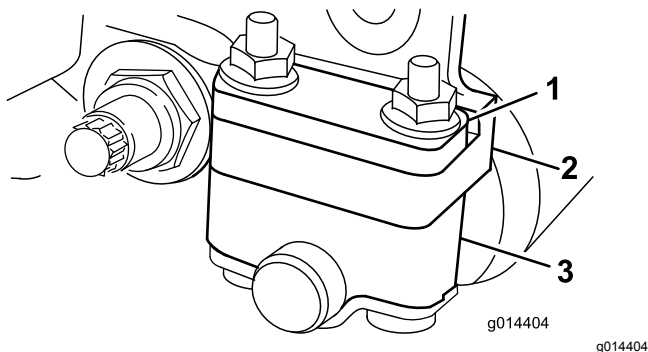
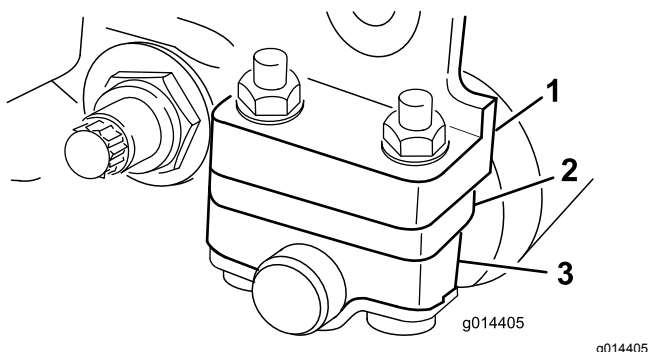

Figura 6
Figura 7
In base all'altezza di taglio desiderata occorrerà regolare le staffe del rullo posteriore (Figura 6 o Figura 7) nella posizione bassa o alta:
- Collocate il distanziale sopra la flangia di montaggio della piastra laterale (impostazione di fabbrica) se l'altezza di taglio è compresa tra 1,5 mm e 6 mm, come illustrato nella Figura 6.
- Collocate il distanziale sotto la flangia di montaggio della piastra laterale se l'altezza di taglio è compresa tra 3 mm e 25 mm, come illustrato nella Figura 7.
4. Collocate i distanziali sulle viti al di sopra o al di sotto delle staffe del rullo, come opportuno (Figura 6 o Figura 7).